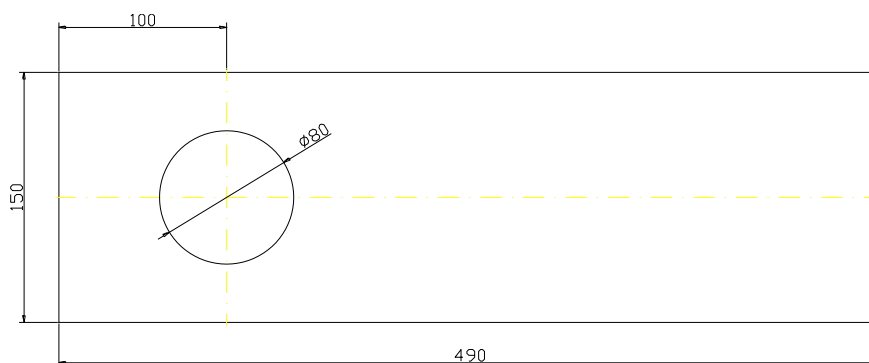

图 1
4.2.4 拆箱后的硬度计水平安放在稳固的工作台上，其水平度不超过 1mm/m，同时在工作台上适当位置开孔（图 1），使升降螺杆正常工作。